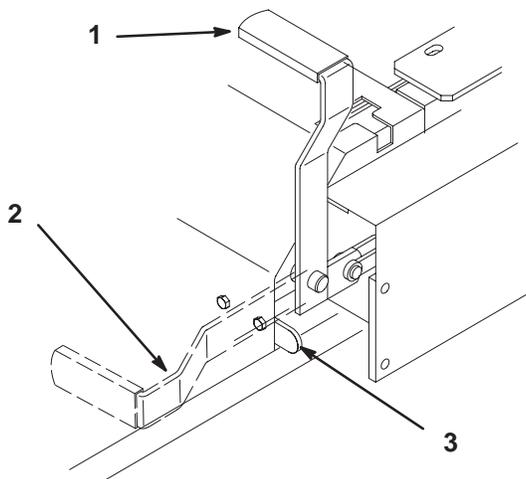

Figure 13
2. Tirez le frein de stationnement en arrière et vers le haut pour le serrer (Fig. 13). Une fois serré, le frein de stationnement ne doit plus bouger.
Poussez le levier du frein de stationnement vers l'avant et vers le bas (Fig. 13) afin de le desserrer. Le frein de stationnement est desserré et le levier est en appui contre la butée du frein.